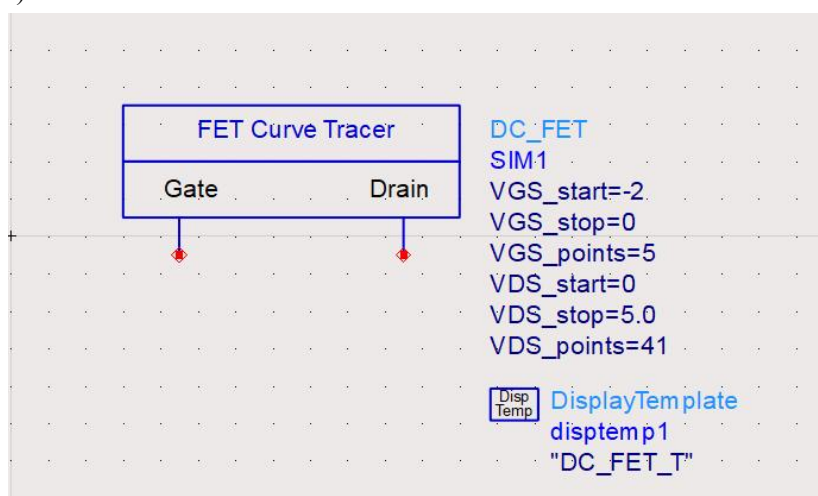

图 5.5
(2) 单击[OK]按钮，打开这个原理图，可以看到它里面已经把“FET DC Tracing”的控件放置好了(图5.5)。